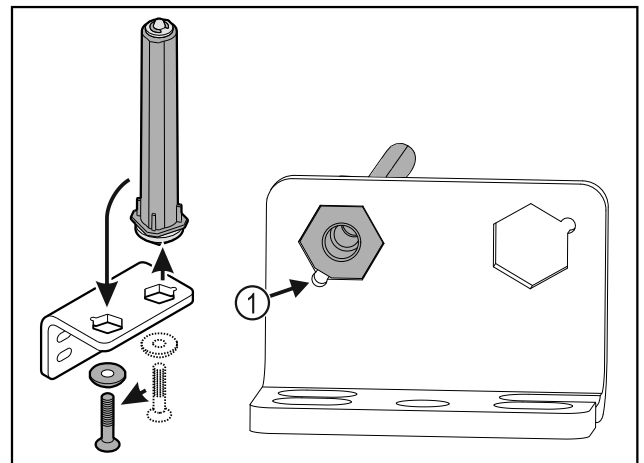

Fig. 40
- ▶ Let erop dat bij het plaatsen de boutafschuiving Fig. 40 (1) naar het ronde gat wijst.